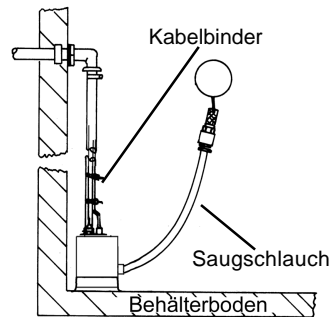

Bild 3
- Das 1" Gewinde der Schwimmenden Entnahme dicht und fest in den Saugengang der Zubringerpumpe einschrauben, siehe Schema Bild 3.
- Positionieren Sie die Zubringerpumpe standfest auf den Boden des Auffangbehälters, siehe Bild 3.
- Um eine Beschädigung der Netzleitung zu vermeiden, ist diese mit geeigneten Kabelbindern in regelmäßigen Abständen an der Druckleitung oder dem Edelstahlseil zu befestigen, siehe Bild 3.